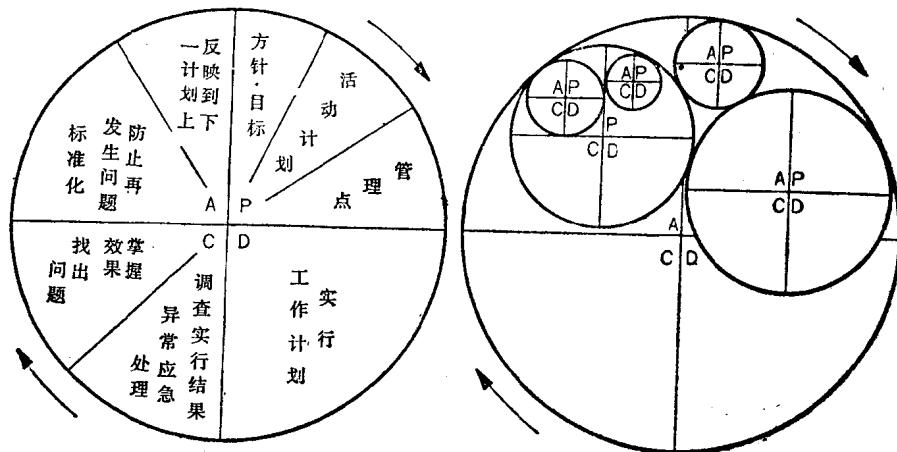

图 1-3
- ① PDCA 循环 (个别) (见图 1-3)。
- ② PDCA 循环 (综合) (见图 1-3)。